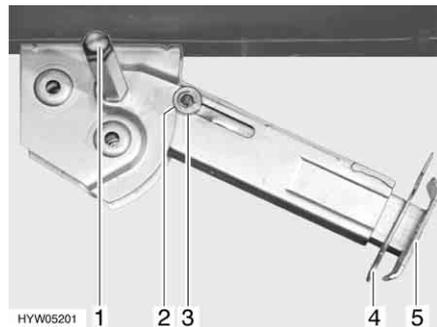

Fig. 24 Vérin stabilisateur
- Placer la clé à pipe sur l'écrou à six pans (Fig. 24, 1) et tourner jusqu'à ce que le vérin stabilisateur soit en position verticale vers le bas.
- Retirer la goupille (Fig. 24,4) de la rallonge du pied d'appui (Fig. 24,5).
- Placer la clé à pipe sur l'écrou à six pans (Fig. 24, 1) et tourner jusqu'à ce que le vérin stabilisateur se dégage du sol.
- Rentrer complètement la rallonge du pied d'appui (Fig. 24,5) et insérer la goupille (Fig. 24,4) dans le trou prévu à cet effet.
- Tourner la clé à pipe sur l'écrou à six pans (Fig. 24, 1) jusqu'à ce que le vérin stabilisateur ait pivoté vers le haut et le disque de guidage (Fig. 24,3) soit complètement rentré dans l'encoche (Fig. 24,2).